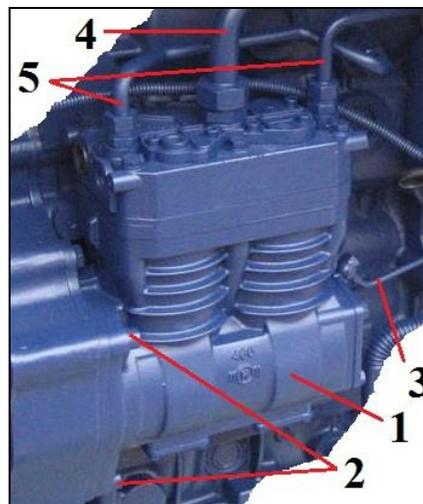

Рис.24 Снятие воздушного компрессора
2.22. Снятие воздушного компрессора (см. Рис. 24)